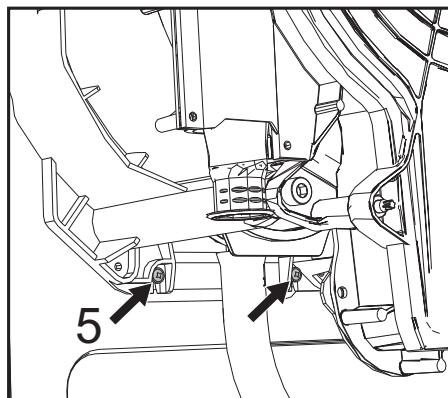

fig. 49
- Afloje los dos tornillos **inferiores "5"** que fijan el intercambiador al bastidor (fig. 49)